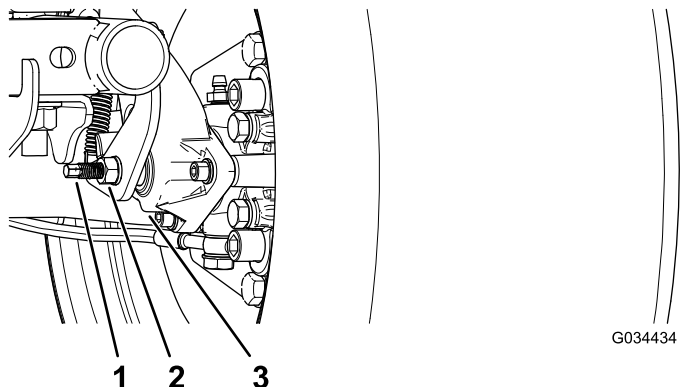

Figure 54
3. Utilisez 2 clés, une pour maintenir le tenon de réglage en place sur l'étrier et l'autre pour desserrer l'écrou de blocage de 1/4 de tour (Figure 54).
4. Tout en maintenant le tenon de réglage et l'écrou de blocage en place, tournez le tenon pour le serrer (Figure 54).
5. Tout en maintenant le tenon de réglage et l'écrou de blocage en place, tournez le tenon en arrière de 1/4 de tour (Figure 54).
6. Tout en maintenant le tenon de réglage et l'écrou de blocage en place, serrez l'écrou de blocage (Figure 54).